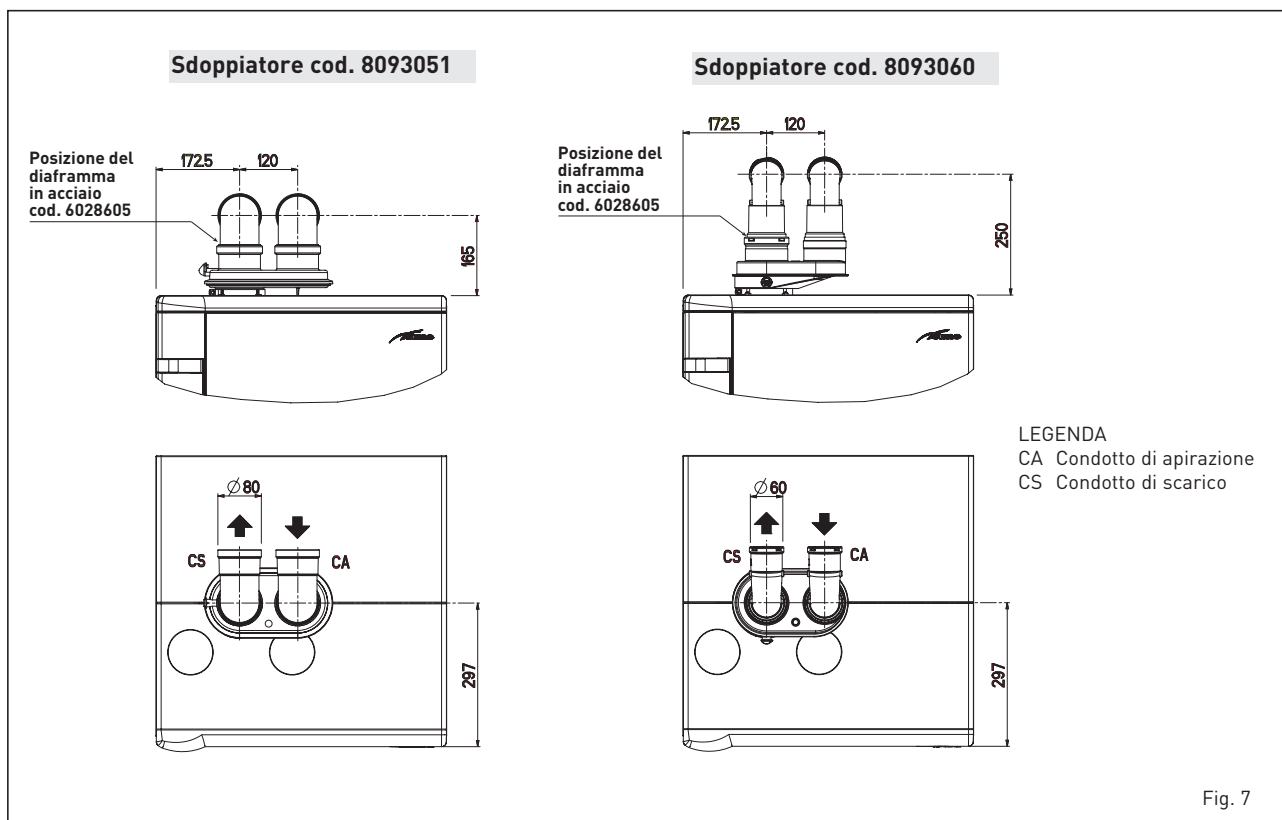

Fig. 7
## 2.6 INSTALLAZIONE CONDOTTI SEPARATI ø 80 - ø 60 (fig. 7- fig. 8)
Lo sdoppiatore aria/fumi consente di separare i condotti di scarico fumi e aspirazione aria (fig. 7):
**ATTENZIONE:** Le caldaie vengono fornite con un diaframma in acciaio cod. 6028605 da posizionare sullo scarico dello sdoppiatore (fig. 7) quando la perdita di carico totale dei condotti separati risulta inferiore a 9 mm H2O (con perdite di carico totali superiori a 9 mm H2O fino a 15 mm H2O non utilizzare il diaframma).